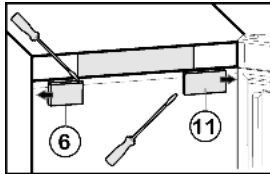

Fig. 5
- ▶ Placer à partir de l'extérieur le cache *Fig. 5 (6)* tourné de 180° du côté poignée et le bloquer.
- ▶ Placer à partir de l'extérieur le cache *Fig. 5 (11)* tourné de 180° du côté charnière et le bloquer.